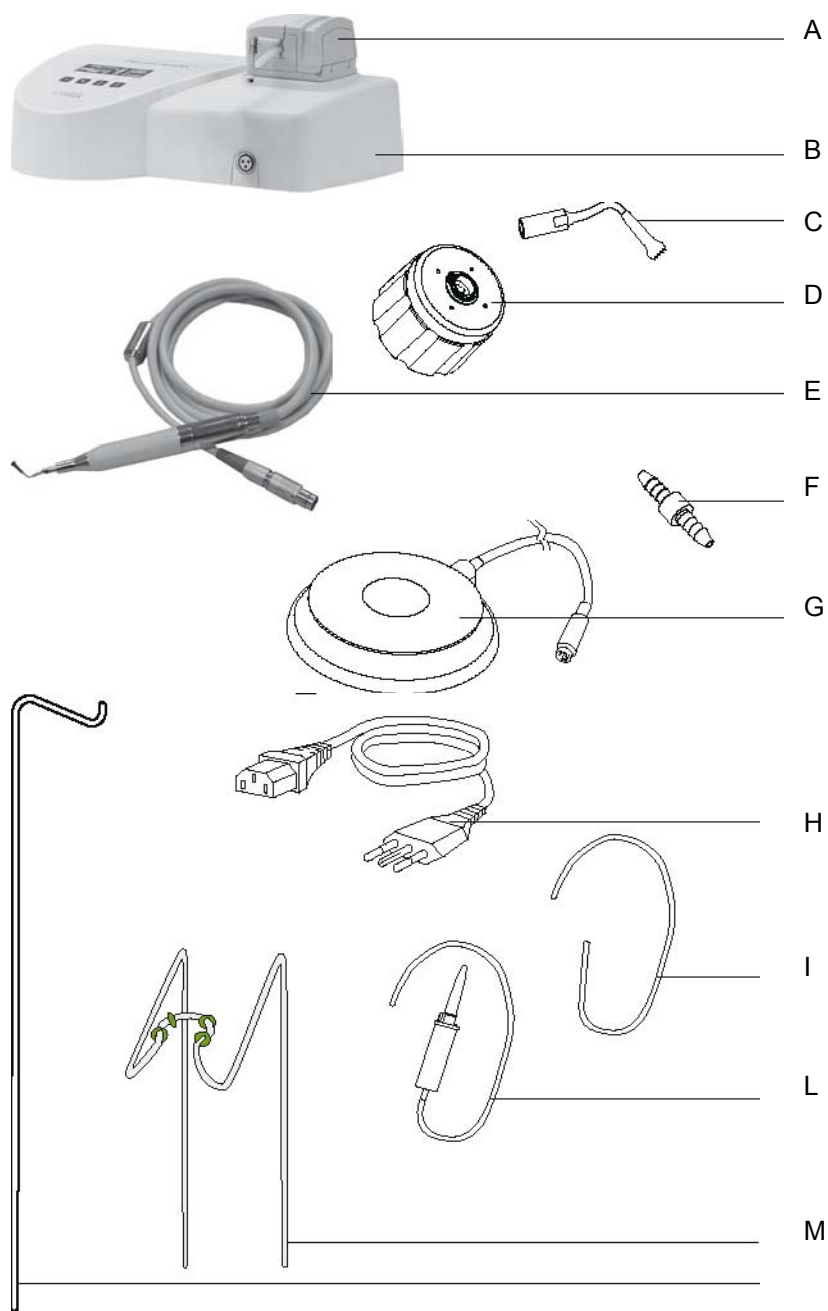

Fig. 3
- 1 Behuizing van het apparaat (Fig. 3 – B).
- 1 Piezosurgery handstuk compleet met kabel (Fig. 3 – E).
- 1 Momentbegrenzende sleutel K5 (Fig. 3 – D).
- 1 Voetschakelaar met snoer en stekker (Fig. 3 – G).
- 1 Koppelstuk voor de kabel en slang van de peristaltische pomp (Fig. 3 – F).
- 2 Infuusbestekken (Fig. 3 – L).
- 1 Voedingskabel (Fig. 3 – H).
- 8 Slangen voor peristaltische pomp van Piezosurgery (Fig. 3 – I).
- 1 Stang voor het ophangen van de zak (Fig. 3 – N).
- 1 Houder voor het Piezosurgery handstuk (Fig. 3 – M).
- 5 Opzetstukken (Fig. 3 – C).
- 2 Piezosurgery handstukken compleet met kabels (Fig. 3 – E).
- 2 Momentbegrenzende sleutels K5 (Fig. 3 – D).
- 2 Koppelstukken voor de kabel en slang van de peristaltische pomp (Fig. 3 – F).
- 10 Opzetstukken (Fig.3 – C).
G (Fig. 3)	- de voetschakelaar.